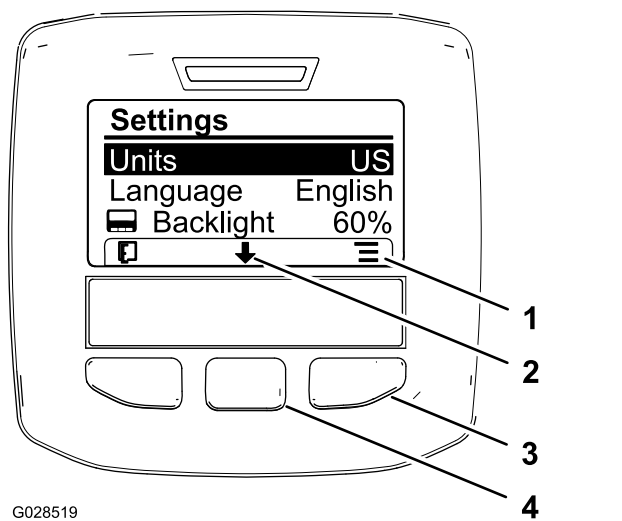

Bild 63
2. Drücken Sie zum Ändern der Maßeinheit die rechte Auswahl taste, um die aufgeführte Maßeinheit zu ändern (Bild 63).
3. Drücken Sie die mittlere Auswahl taste (die Taste unter dem nach unten zeigenden Symbol auf dem Display), um die für das Display verwendete Sprache zu ändern, und die ausgewählte Option auf „Sprache“ zu verschieben (Bild 63).
4. Wenn Sie die rechte Auswahl taste (die Taste unter dem Listensymbol auf dem Display) drücken, wird die aufgeführte Sprache, die für das Display verwendet wird, markiert (Bild 63).
6. Drücken Sie die linke Auswahl taste, um den Homebildschirm anzuzeigen (Bild 63).